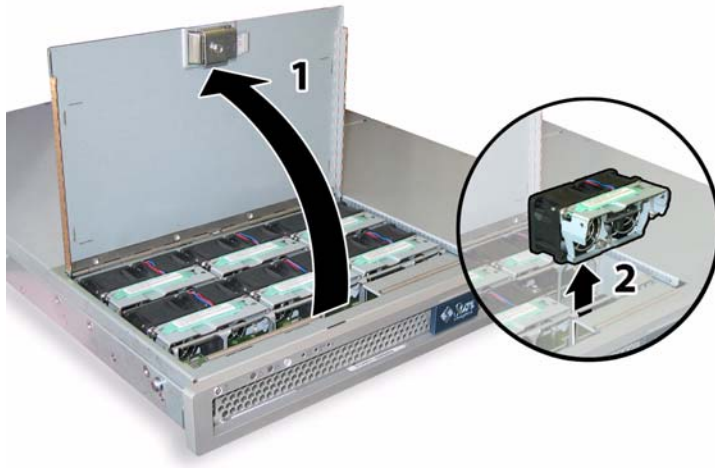

图 3-18 打开风扇托架门并拆卸风扇模块
3. 打开风扇托架门，并使其保持打开状态。请参见图 3-18。